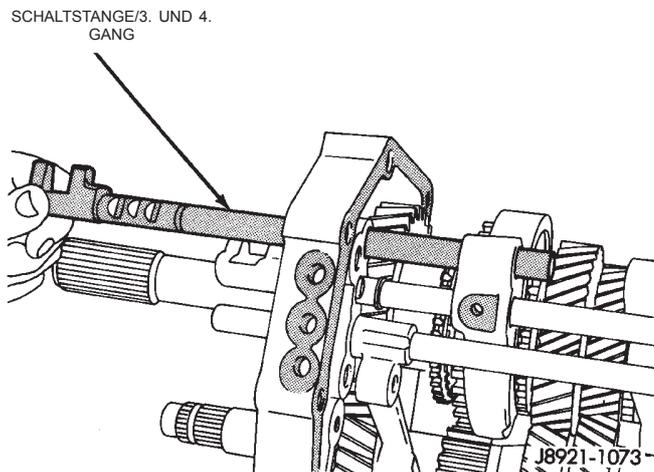

Abb. 71 Schaltstange/3. und 4. Gang ausbauen
(23) Die Schaltstange für den dritten und vierten Gang aus den Schaltgabeln für den ersten und zweiten Gang sowie für den dritten und vierten Gang und aus der Zwischenplatte herausziehen (Abb. 71).